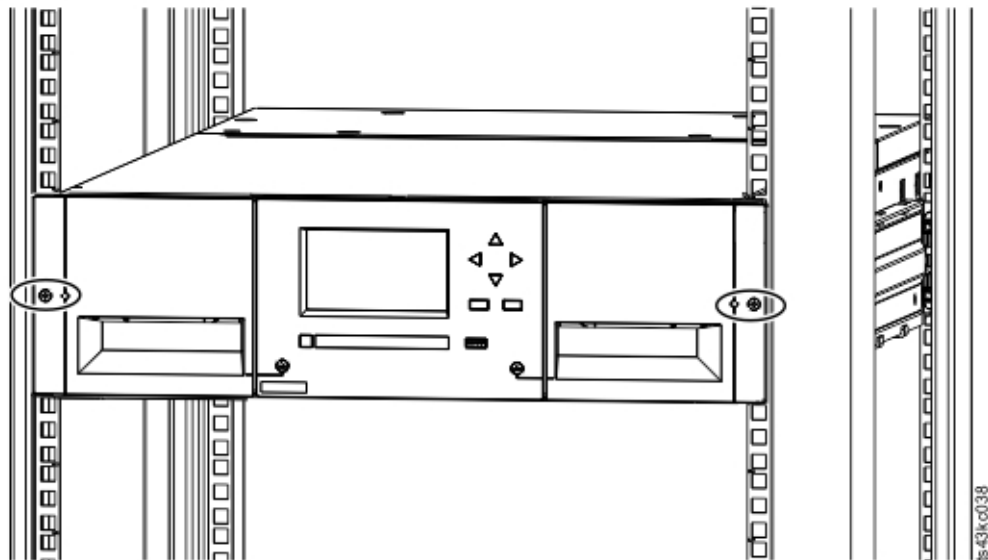

Figure 42. Bandothèque dans l'armoire
5. A l'aide d'un tournevis cruciforme, vissez sans serrer à fond le module à l'avant de l'armoire, une vis de chaque côté. Voir les zones encadrées dans Figure 42, à la page 65.